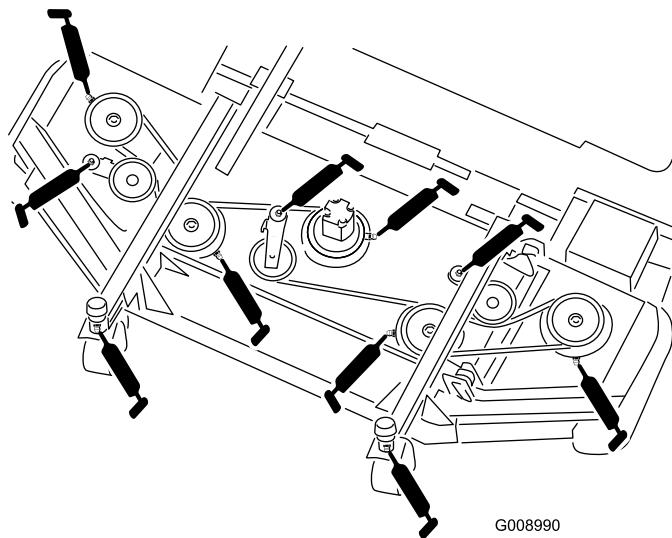

Figura 50
- Casquillos (2) del eje de la horquilla de las ruedas giratorias (Figura 50)
- Cojinetes del eje de la cuchilla (5) (situados en el alojamiento del eje) (Figura 50)
- Casquillos de los pivotes de los brazos tensores (3) (situados en el eje pivotante de cada brazo tensor) (Figura 50)